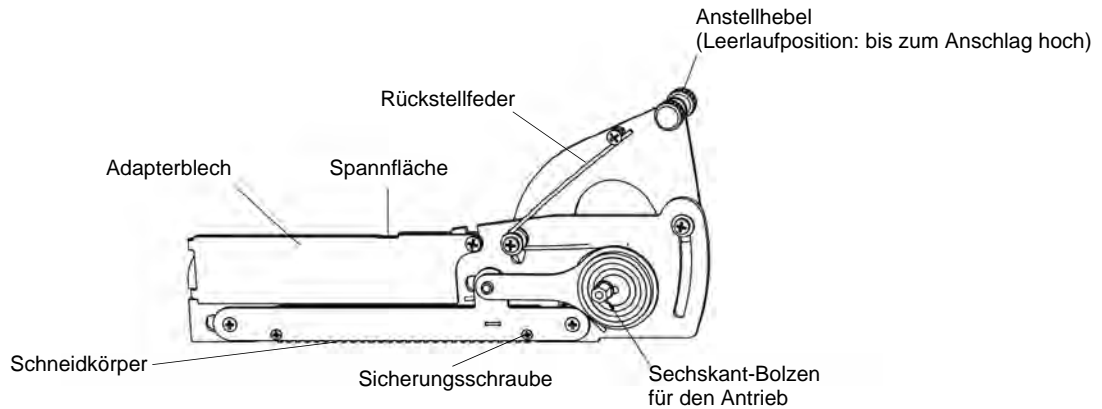

Abb. 4.1: Aufbau des automatischen WI-Werkzeugs
- Passen Sie das automatische WI-Werkzeug mit Hilfe des abnehmbaren Adapterblechs an die Breite des Koppelplattenausschnitts (3 mm oder 5 mm) der verwendeten Rohrhalterung an (siehe Abb. 4.1).